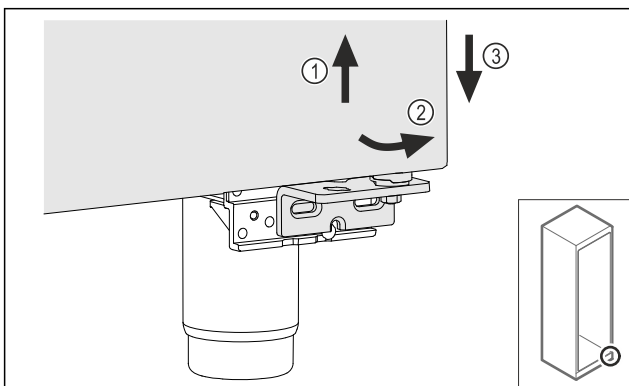

Fig. 16
- ▶ Kissé emelje meg az ajtót Fig. 16 (1), billentse előre az alját Fig. 16 (2), és eresse le Fig. 16 (3).